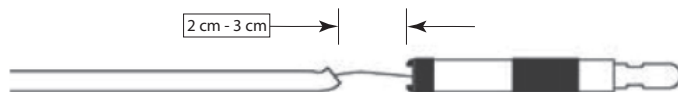

Figura 7
- c. Separare con cautela le estremità prossimale e distale dello spingitore di inserimento aperto. Quindi, sotto osservazione fluoroscopica, ritirare la parte prossimale di circa 2-3 cm per confermare il distacco dell'impianto, secondo quanto indicato nelle istruzioni per l'uso (v. figura 7).